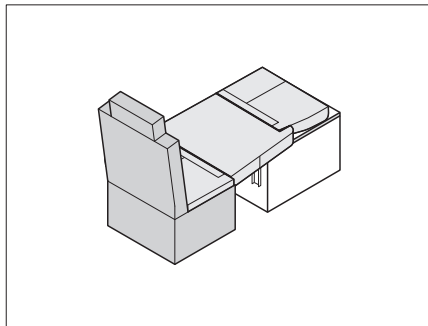

Bild 217 Positionera sittdynor
- Ta bort ryggstödet (Bild 217,1) från enkelsätet (se kapitel 7.16.8).
- Placera sittdynor och extradynor på det sänkta bordet som visas i Bild 217.